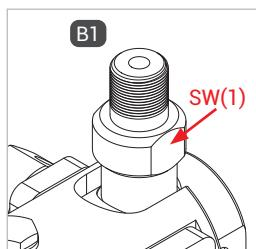

Figure 2
- ▶ Lors du montage du flexible de remplissage, exercez une contre-pression sur le méplat SW (1) (Figure 2) à l'aide d'une clé plate.
- ▶ Vissez hermétiquement l'entrée fluide « B1 » à l'embout de raccordement du flexible de remplissage (Figure 2). Voir le tableau ci-dessous pour les couples de serrage.